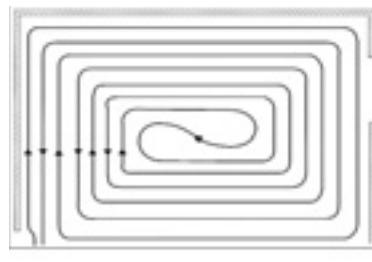

Рис. 137.
- в форме спирали (рис. 137.) - равномерное распределение температуры по поверхности пола.
Рис. 137а. Спиральный контур в форме меандра применяется в случае длинных и узких полов с многочисленными разделительными швами.